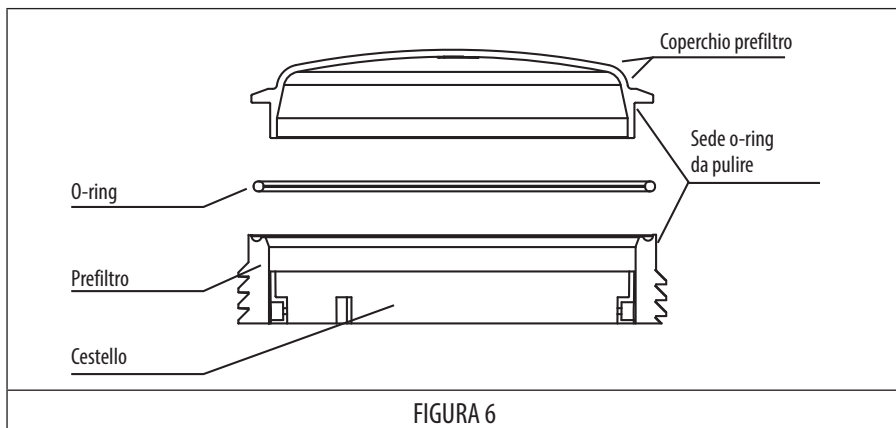

FIGURA 6
- Ogni volta che il prefiltro viene aperto, rimuovere eventuale sporcizia sulla guarnizione e sul relativo alloggiamento per garantire che il coperchio sia a tenuta stagna quando è chiuso (Figura 6).